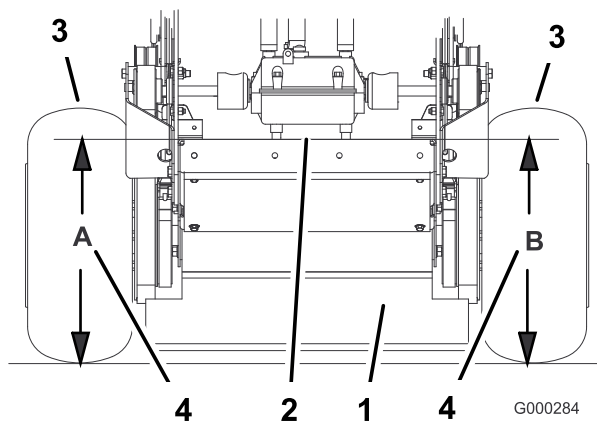

Figure 63
4. Mesurez la hauteur du plancher moteur au point **A** (Figure 63).
5. Mesurez la hauteur du plancher moteur au point **B** (Figure 63).